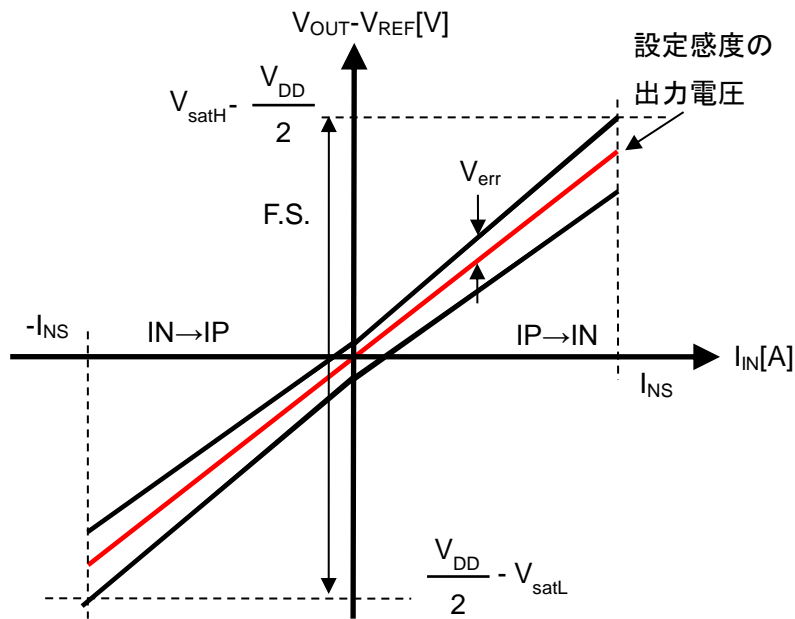

Figure 4. CZ-3701 の総合精度
10.4 総合精度 E_{total} [%F.S.]は以下のように定義します。(Figure.4 参照)